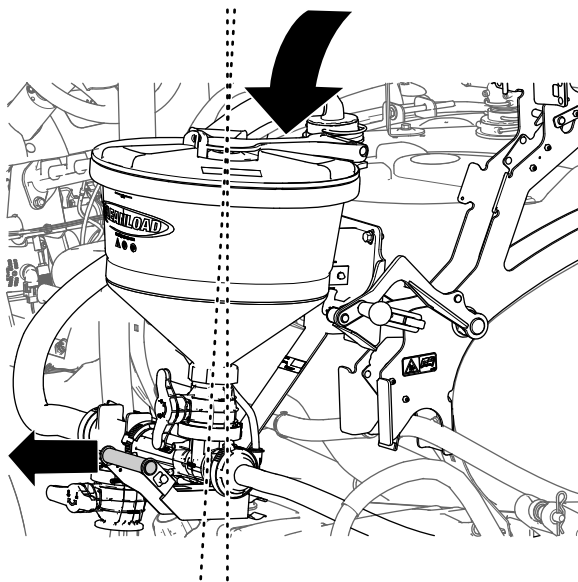

Figure 40
2. Élevez le mélangeur tout en maintenant la poignée légèrement vers l'extérieur (Figure 40).